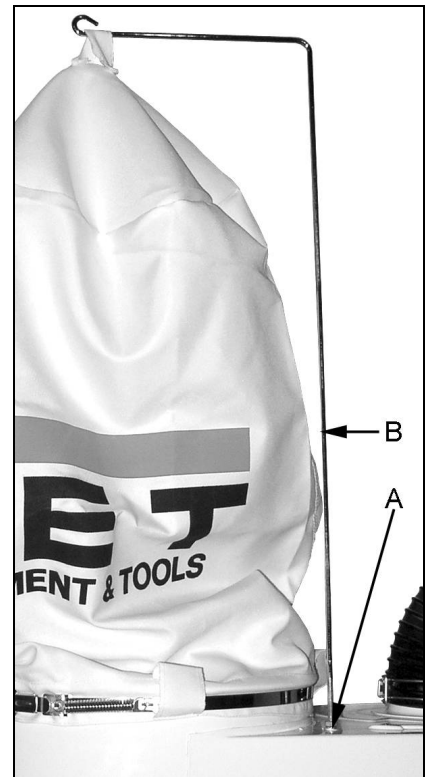

Fig 8
Montieren Sie den Filterhacken (B Fig 8) mit Mutter M6, Federscheibe und Scheibe (A).